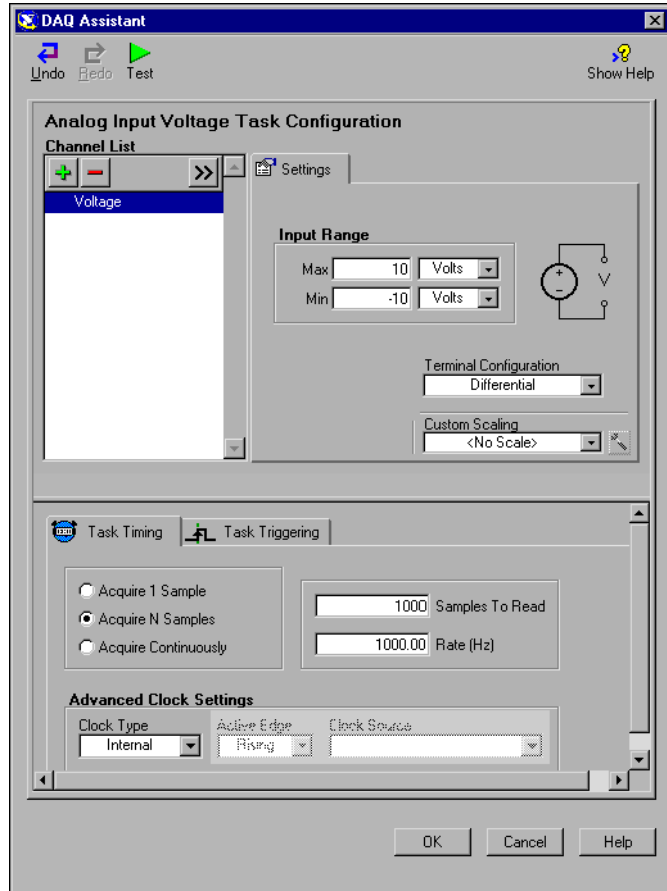

図 4-1 DAQ アシスタントを使用してタスクを構成する
5. **My Physical Channels** リストボックスで、**ai0** など、信号が接続されている物理チャンネルを選択して、**Finish** ボタンをクリックします。DAQ アシスタントで、図 4-1 のような新規ウィンドウが開き、タスクを完了するために選択したチャンネルを構成するためのオプションが表示されます。